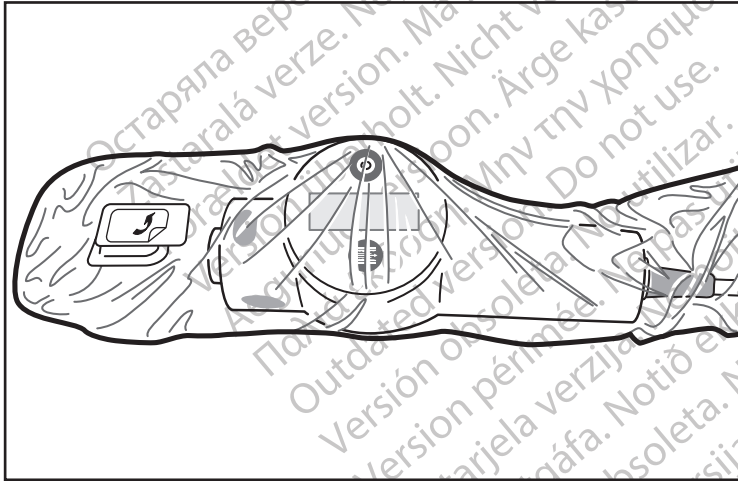

Figura 6. Sacca posizionata
7. Per posizionare la sacca, interrompere l'inserimento dell'unità di azionamento MDU5 PLUS al suo interno non appena questa aderisce completamente al dispositivo. Non è necessario che l'operatore in campo sterile faccia avanzare completamente l'unità di azionamento MDU5 PLUS fino alla piastra anteriore della sacca. La presenza di uno spazio tra la protuberanza dell'unità di azionamento MDU5 PLUS e la piastra anteriore sulla sacca è normale (Figura 6).